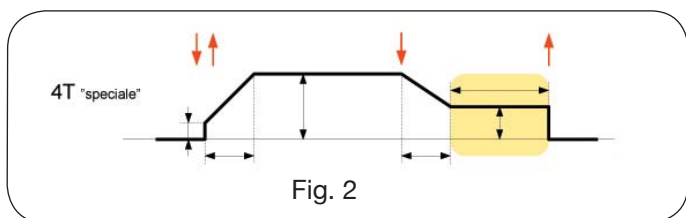

Fig. 2
3.3. DESCRIÇÃO DO PAINEL (Fig. 2).